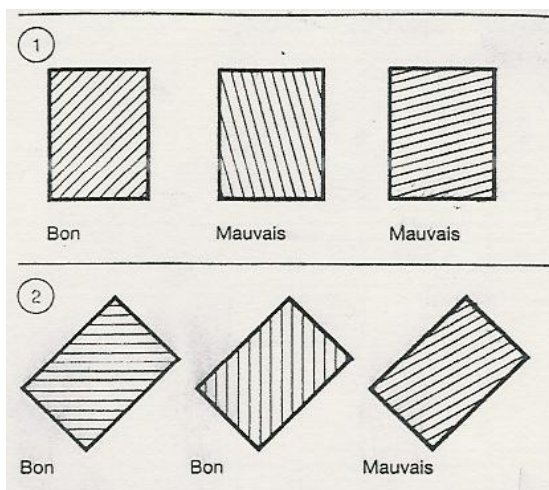

Figure 09
- Les hachures doivent de préférence être inclinées à 45 ° par rapport aux faces principales de la pièces. *Cf figure 09*